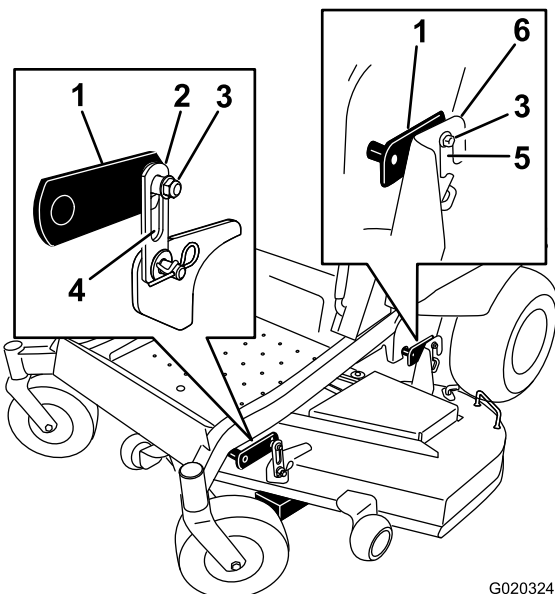
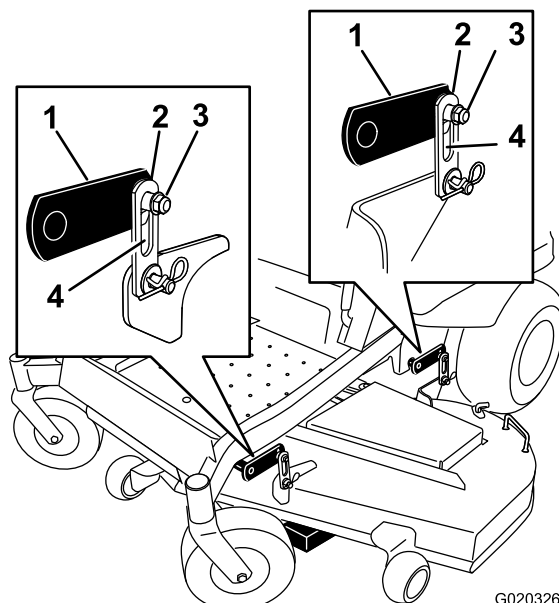

Figure 66
Figure 67
- Desserrez les écrous de verrouillage du réglage de niveau (repère 3) aux quatre coins de sorte que le tablier repose bien sur les quatre cales (Figure 66 et Figure 67).
- Vérifiez que les pattes de fixation du tablier sont complètement descendues (en haut de la fente) et que le levier de relevage au pied est en appui contre la butée. Serrez ensuite les quatre écrous de verrouillage du réglage de niveau (Figure 66 et Figure 67).
- Serrez les quatre écrous de verrouillage du réglage de niveau (Figure 66 et Figure 67).